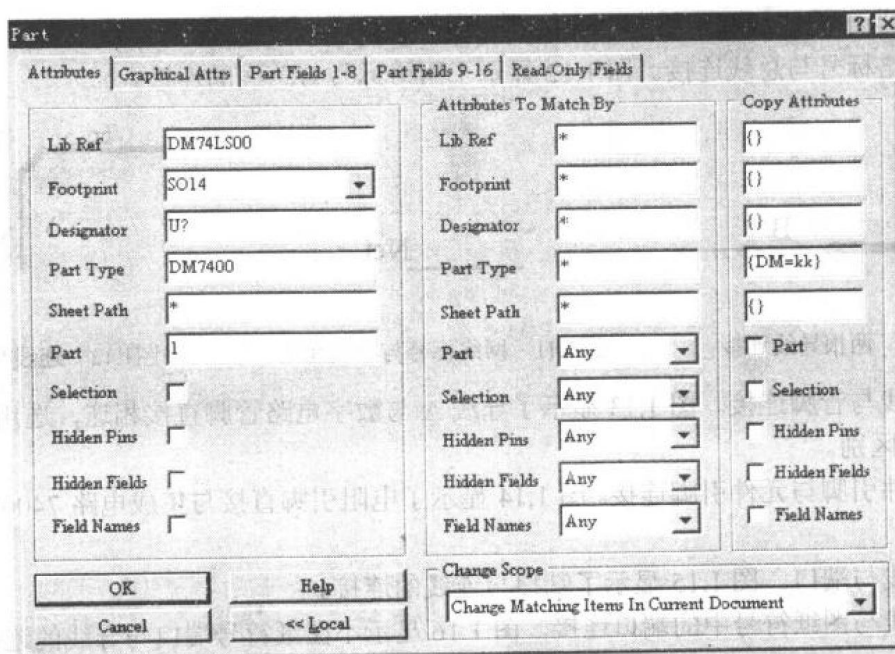

图1.8 Global按钮显示的窗口
(5) Global 按钮，每一个页面上都有一个按钮 Global，当单击该按钮时，显示如图 1.8 所示的窗口。它的内容与左面的页面一致。Global 按钮的功能是修改本对象属性的同时，也修改其它对象的属性。但是究竟修改哪些对象，修改对象的哪些属性，需要进行设置。
- **Copy Attributes** 区域，其功能是设定要修改的属性，就是把本对象的哪些属性拷贝给符合条件的对象。其中大括号中的内容需要输入，例如对于 **Part Type** 项，若要把 DM7400 改为 kk7400，就需要在大括号中输入 DM=kk。若不输入就表示该项目不需要修改，见图 1.8。